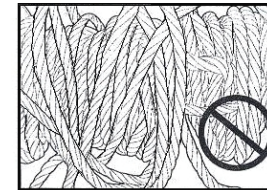

Рис.6
7.10. Перед тем, как начать работу, проверьте, правильно ли намотан трос на катушку. Трос должен быть намотан ровно, виток к витку. Хаотичная намотка троса на барабан не допускается см. рис.6